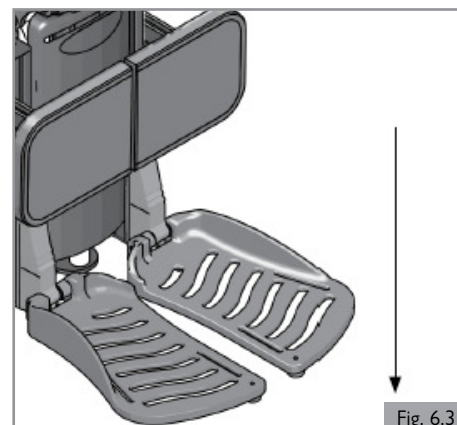

Fig. 6.3
Abaissement des palettes centrales (Fig. 6.3)
4. Actionnez la manette de contrôle vers l'avant jusqu'à ce que les palettes touchent le sol. (Fig. 6.3)